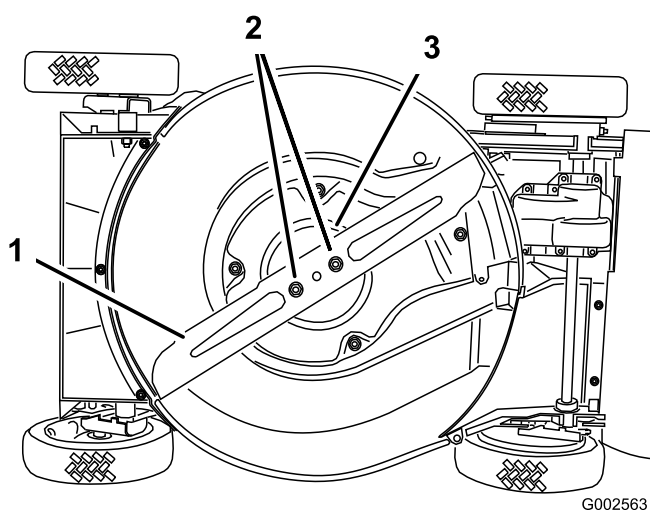

Figura 31
4. Inclinate il tosaerba sul lato **destro** (Figura 31).
Afferrate l'estremità della lama con un cencio o un guanto bene imbottito. Togliete i dadi della lama, la coppa antistrappo e la lama (Figura 31).
5. Togliete i due dadi della lama, la coppa antistrappo e la lama (Figura 31).